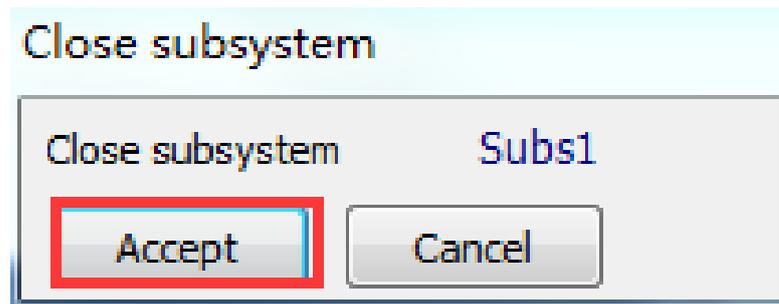

图 019-6 接受修改结果
3、修改完成之后，点击右上角 Close subsystem 中的 Accept，这样子系统将自动保存对子系统修改后的结果，如图 019-6。